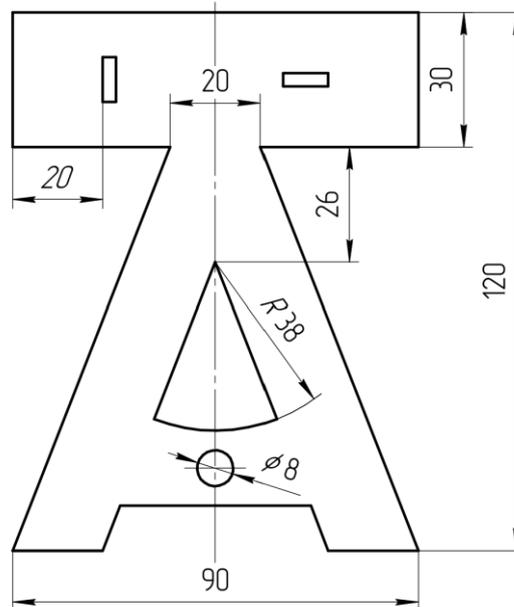

Рисунок 2 Фронтальное изображение ножки модели ученической парты
**Техническое задание:** Спроектировать и изготовить *Модель ученической парты (масштабированная модель)*, с модернизированными ножками (см.Рисунок 2).
3. Ножки модели должны быть изготовлены в виде буквы «А» с навершием под проушины (см.Рисунок 2)